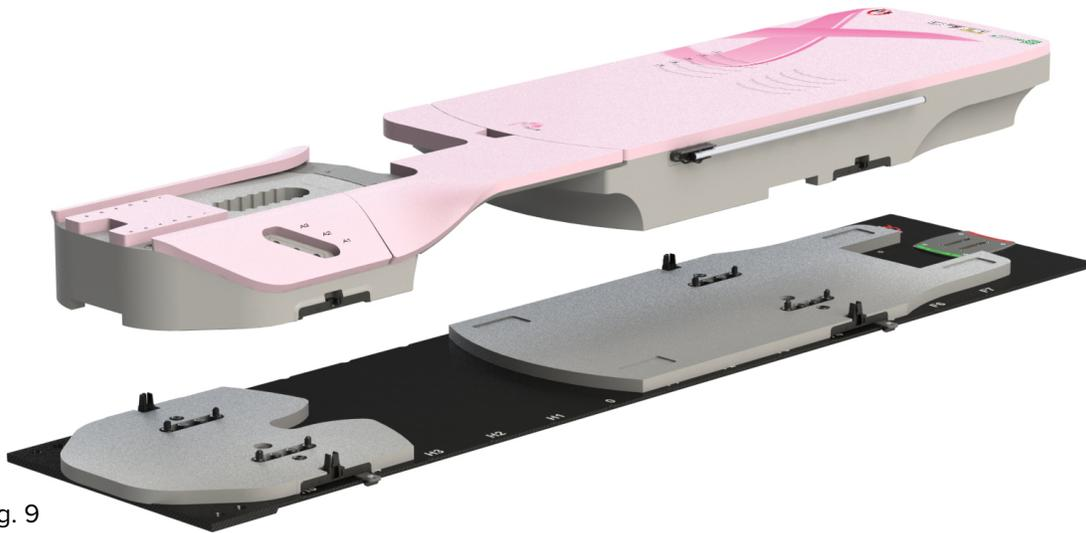

Fig. 9
3. Posizionare Access Prone G2 o Access Prone sugli spessori per TC. (Fig. 9)